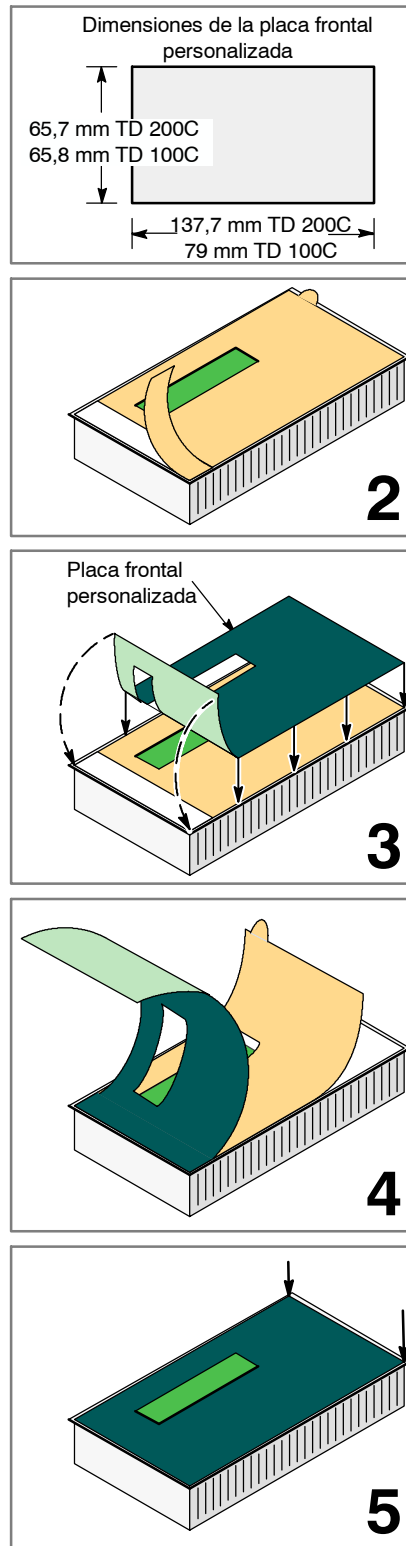

Figura 2-8 Adherir una placa frontal personalizada a un TD
El diagrama superior de la figura 2-8 muestra las dimensiones de la placa frontal de los visualizadores de textos. Las plantillas en blanco de la placa frontal están disponibles en dos tamaños, a saber:
2. Como muestra la figura 2-8, retire la tira del papel protector en el lado izquierdo del TD 200C, dejando expuesta una franja de la superficie autoadhesiva. En el caso del TD 100C, dicha tira se encuentra en el lado derecho del aparato.
5. Coloque la placa frontal sobre el TD. Presiónela con firmeza sobre la superficie autoadhesiva, como muestra la figura 2-8. Desaloje las burbujas de aire que hayan podido quedar atrapadas debajo de la placa frontal.